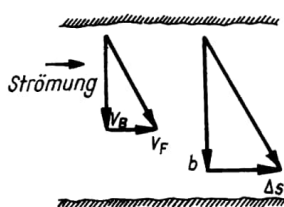

Bild 21
1. Nach Skizze (Bild 21) gilt $b : \Delta s = v_B : v_F$. Somit ist